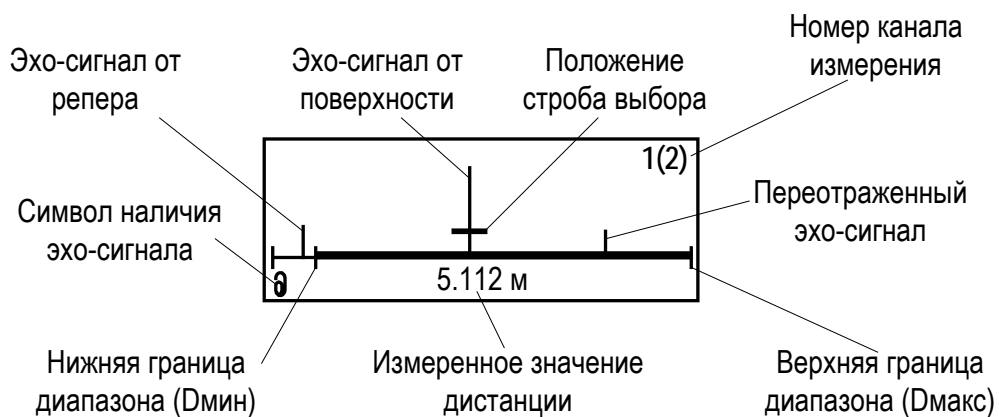

Рис.2. Вид окна Развертка.
- 1.1.8. В уровнемере предусмотрена возможность индикации в графической форме регистрируемых сигналов, попадающих в заданный диапазон измерений. Сигналы отображаются в окне **РАЗВЕРТКА** (**Настройка / Параметры объекта / Развертка**) в порядке прихода по времени (рис.2).